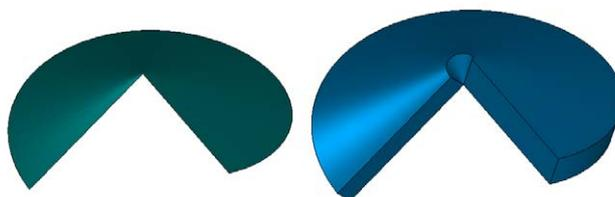

Рисунок 13. Придание толщины поверхности с полюсными точками
- Появилась возможность задавать толщину для поверхностей с особыми (полюсными) точками (рис. 13);